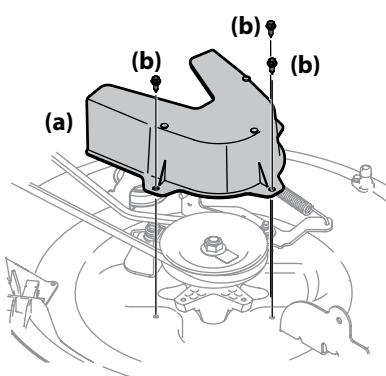
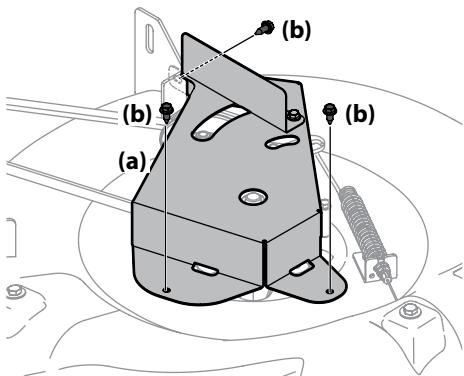

Figura 4-12
Figura 4-13
5. Extraiga la cubierta de la correa de la plataforma (a), para lo cual deberá retirar los tres pernos hexagonales (b) que la sujetan. Consulte la Figura 4-12 para plataformas de 30" y la Figura 4-13 para plataformas de 24".